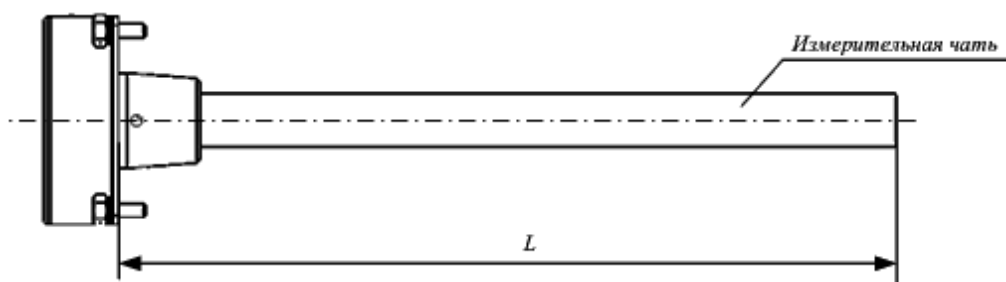

Рисунок 2,  $L$  – длина измерительной части датчика уровня топлива LLS
**Рабочая длина изделия** – длина  $L$ , изображенная на рисунке (Рисунок 2).